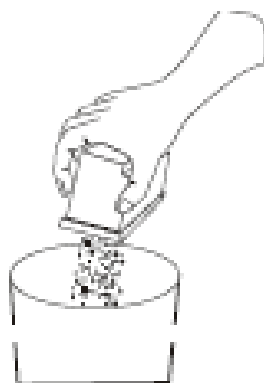

figura 5
10. Svuotate la vaschetta e lavatela con acqua avendo cura di pulire anche il collettore in gomma posto all'interno – Figura 5 e 6.